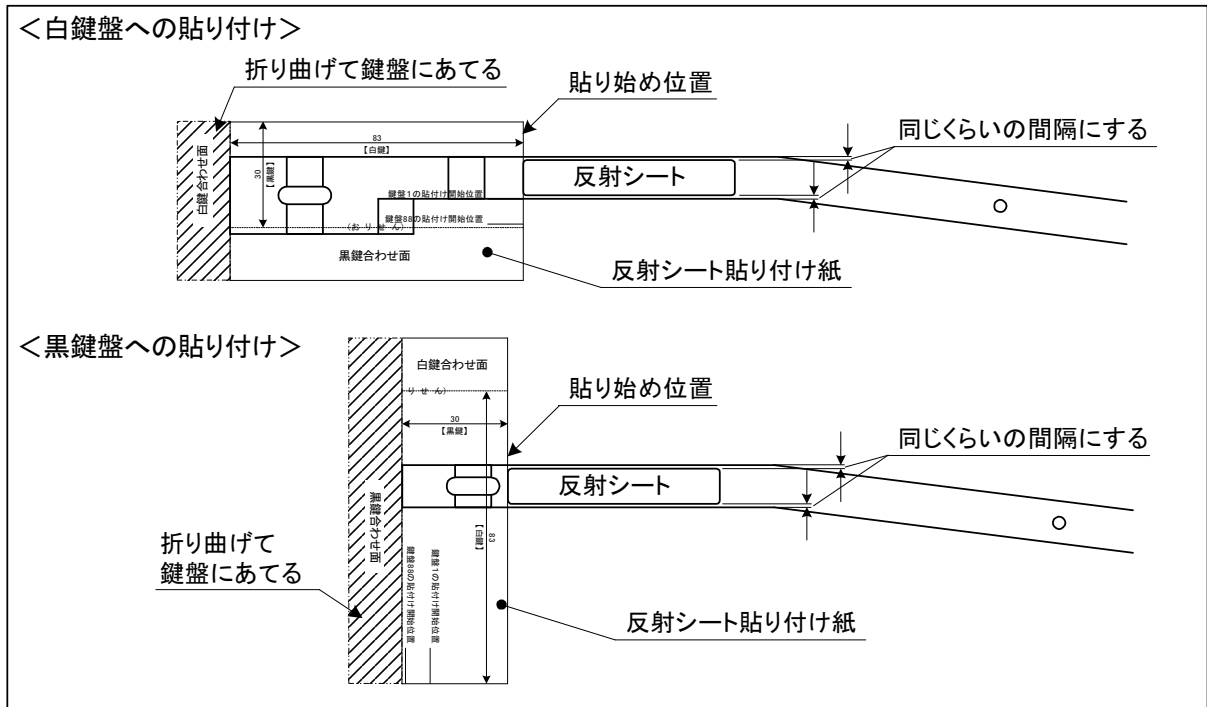
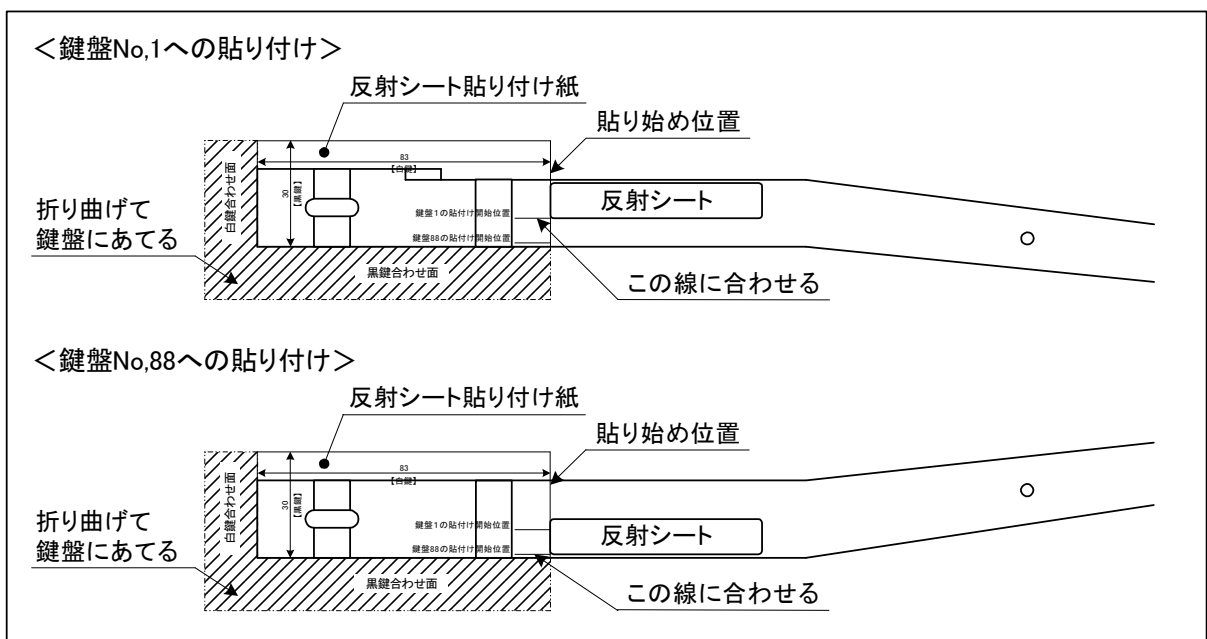

図3.3-7 反射シートの貼り付け
図3.3-8 白鍵No.1とNo.88への貼り付け
- (6) 白鍵盤と黒鍵盤から1本ずつを選び、反射シート貼り付け紙を用いて、反射シートを貼り付ける。反射シート貼り付け紙の白鍵盤は【白鍵合わせ面】、黒鍵盤は【黒鍵合わせ面】をそれぞれに折り曲げ、鍵盤の先端部に当てて、各鍵盤用の間隔を取り貼り付ける。(図3.3-7を参照)尚、鍵盤No.1とNo.88は反射シートを貼る場所の幅が広がっているので、図3.3-8の様に、反射シート貼り付け紙の【白鍵合わせ面】と【黒鍵合わせ面】の両面を折り曲げ、鍵盤の先端部と側面部の両面に当てて、鍵盤先端からと側面の両方向から間隔を取って貼り付ける。
(7) 反射シートを貼り付けた鍵盤をピアノに取り付け、キーボードユニットのセンサーと反射シートの位置関係を確認する。反射シートの下にセンサーがある場合は、図3.3-7と図3.3-8の要領で全ての鍵盤に反射シートを貼り付ける。もし、センサーが外れている場合は、センサーに合わせて反射シートの位置を変えて貼り直し、残り全ての鍵盤も同じ位置に貼り付ける。